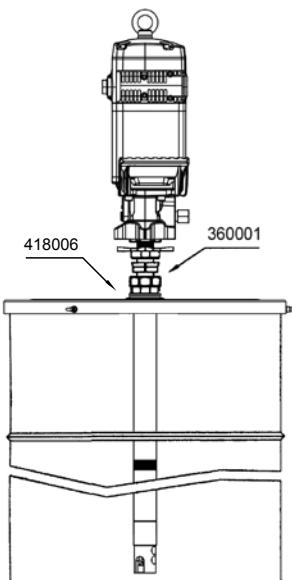

Рис. 2
b. Монтаж с использованием крышки (418006 для бочки 185 кг) и соединительного переходника 360001. Закрепить крышку на бочке и хорошо затянуть гайку соединительного переходника в 2" соединительном отверстии крышки. Выполнить ввод насоса через гильзу и отрегулировать ее с помощью звездочки для установки на необходимую высоту (см. рисунок 2).